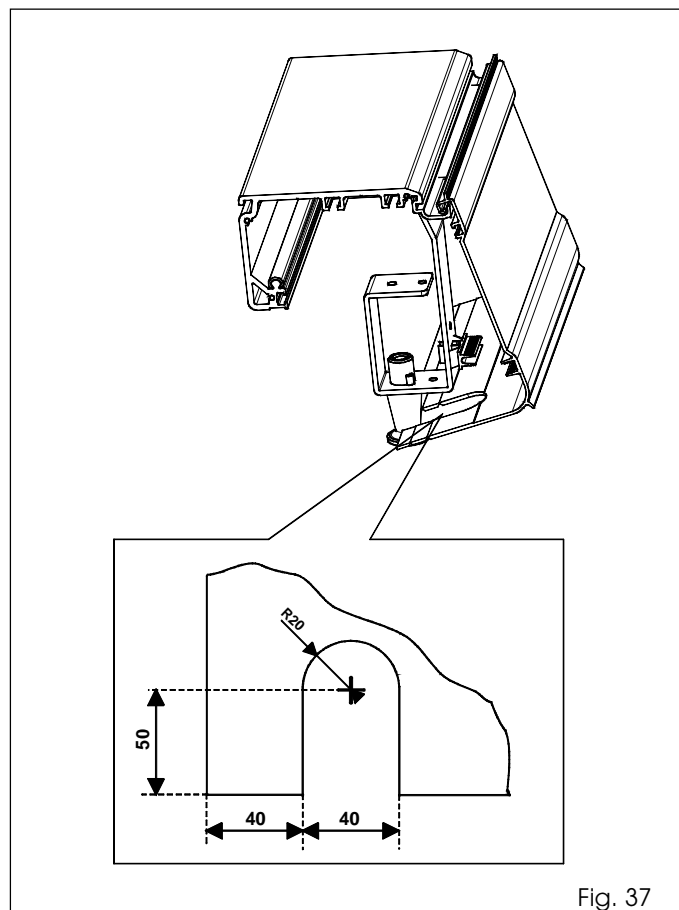

Fig. 37
- N. B. : Si on utilise le déblocage interne, il est nécessaire, pour une bonne fermeture du capot, de le façonner en utilisant les cotes de la fig. 37.